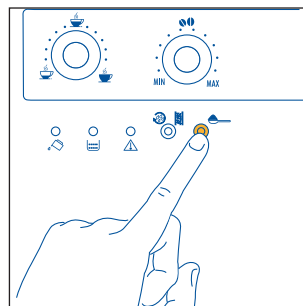

Fig. 18
1. Prima a tecla ☞ para seleccionar a função de café pré-moído (fig. 18). A luz situada no interior da tecla acende-se, indicando que a função foi seleccionada e que se excluiu o funcionamento do moinho de café.